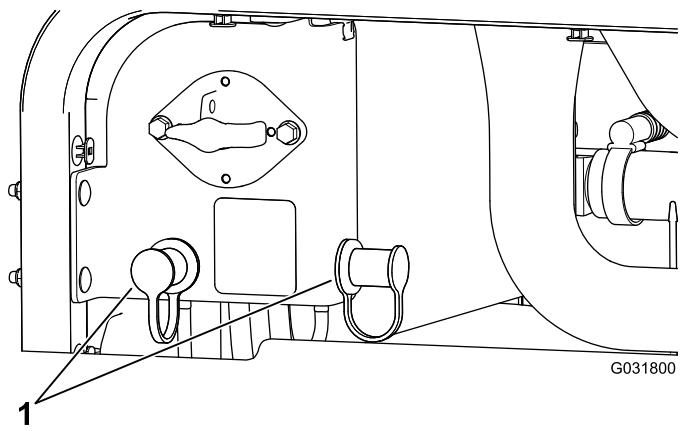

Рисунок 107
- Снимите крышки со штырей запуска от внешнего источника (Рисунок 107).
3. Снимите крышки со штырей запуска от внешнего источника (Рисунок 107).